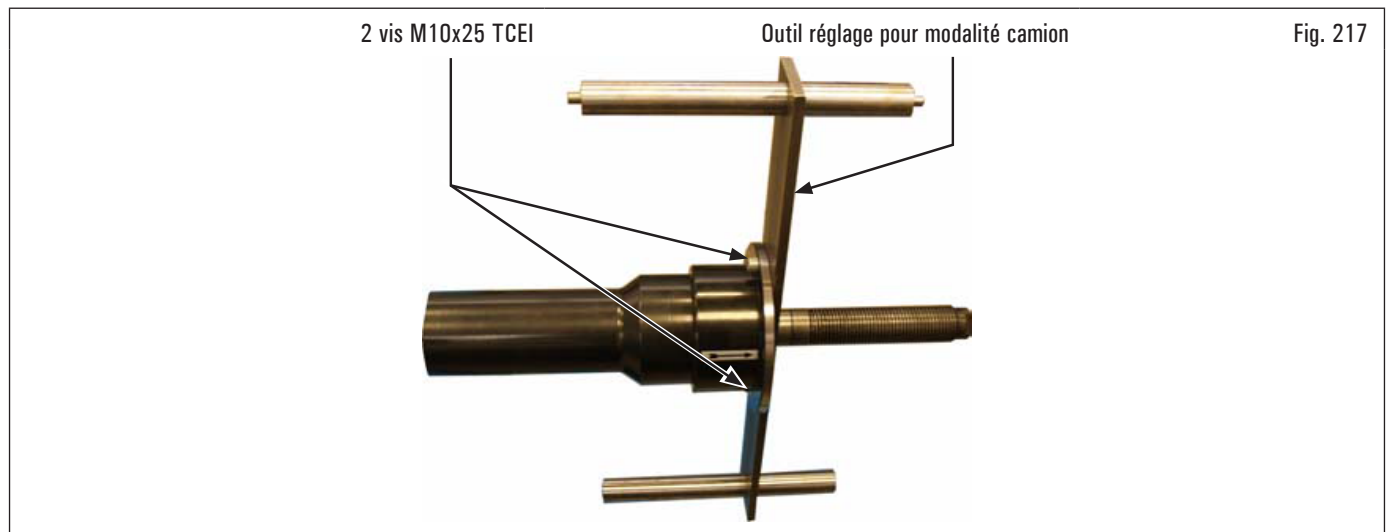

Fig. 217
1. Monter l'outil de réglage sur le mandrin et le serrer avec les deux vis fournies (voir Fig. 217) ;